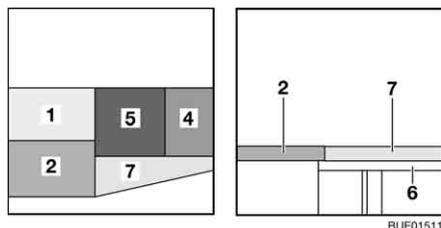

Bild 127 Nach dem Umbau
- Das Sitzpolster (Bild 127,5) in die Mitte legen.
- Das Rückenpolster (Bild 127,4) zwischen das Sitzpolster und die Wand legen.
- Die Bettverbreiterung (Bild 127,6) in die Aufnahmen an den Sitztrühen einhängen.
- Das Zusatzpolster (Bild 127,7) auf die Bettverbreiterung legen.